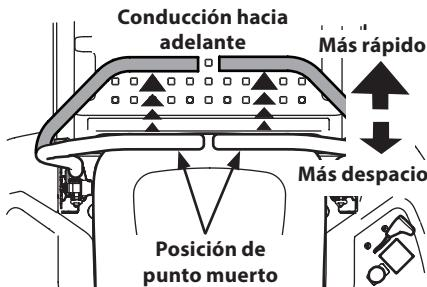

Figura 23
- Mueva las palancas de control de la transmisión de barras de seguridad lenta y suavemente hacia adelante. El tractor comenzará a desplazarse hacia adelante. Consulte la Figura 23.